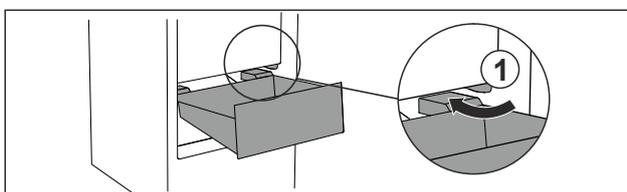

Fig. 57
- ▶ Schubfach schräg um die Stopper Fig. 57 (1) herumführen.